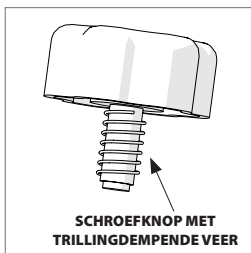

Fig. 2c
- Schroefknop voor geleidestang met trillingdempende veer (Fig. 2c)